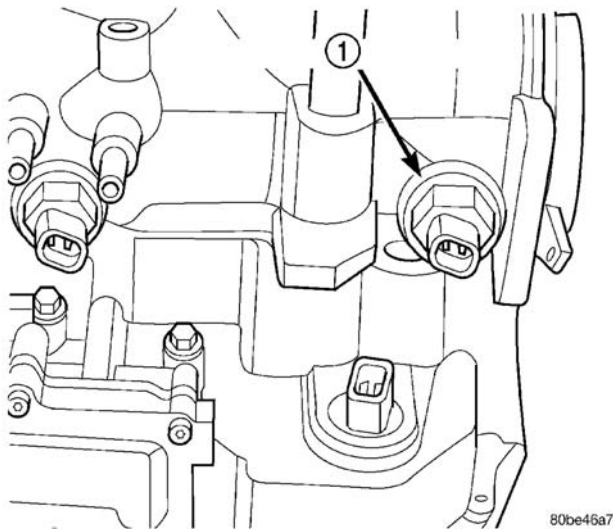

图 325 输出速度传感器
- (1) 断开蓄电池负极电缆。
- (2) 在举升器上举起车辆。
- (3) 断开输出速度传感器插接器。
- (4) 拧下螺钉和拆下输出速度传感器（图 325）。